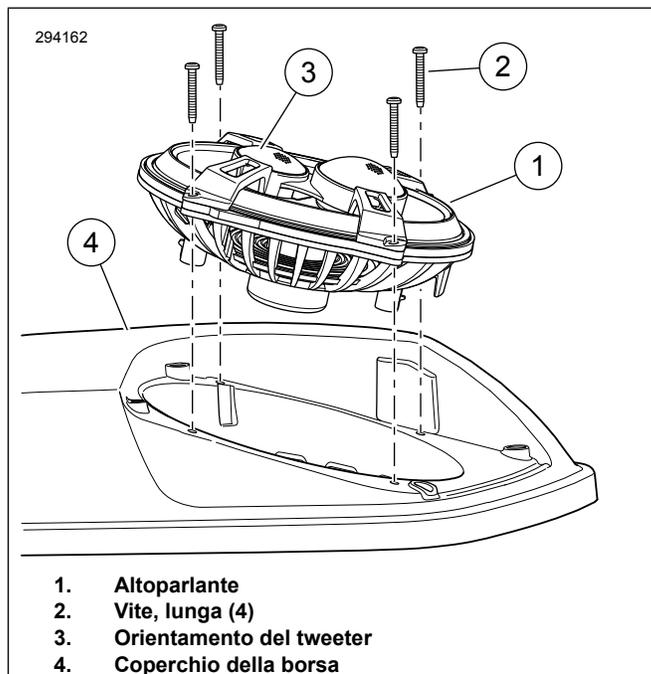

Figura 7. Orientamento dell'altoparlante
13. Vedere la figura 7. Posizionare l'altoparlante più piccolo del tweeter (3) verso la parte posteriore della borsa laterale, come indicato.
14. Fissare l'altoparlante (1) con quattro viti lunghe (2). Serrare in sequenza alternata le viti a: